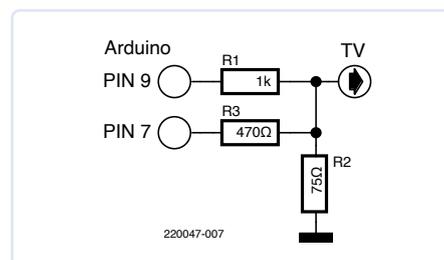

Bild 11. Die Schaltung des Videoausgangs von Bild 9.
**Bild 11** zeigt den Spannungsteiler für die Videoausgabe an der typischen Impedanz von 75 Ω. Pin 9 liefert die Synchronisationssignale.